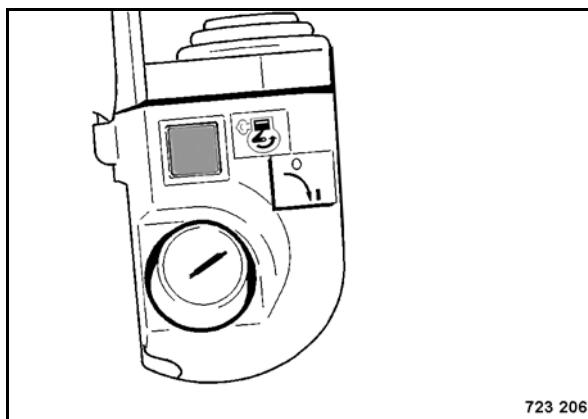

Рис. 61
- Для запуска двигателя нажать кнопочный выключатель стартера (Рис. 61).